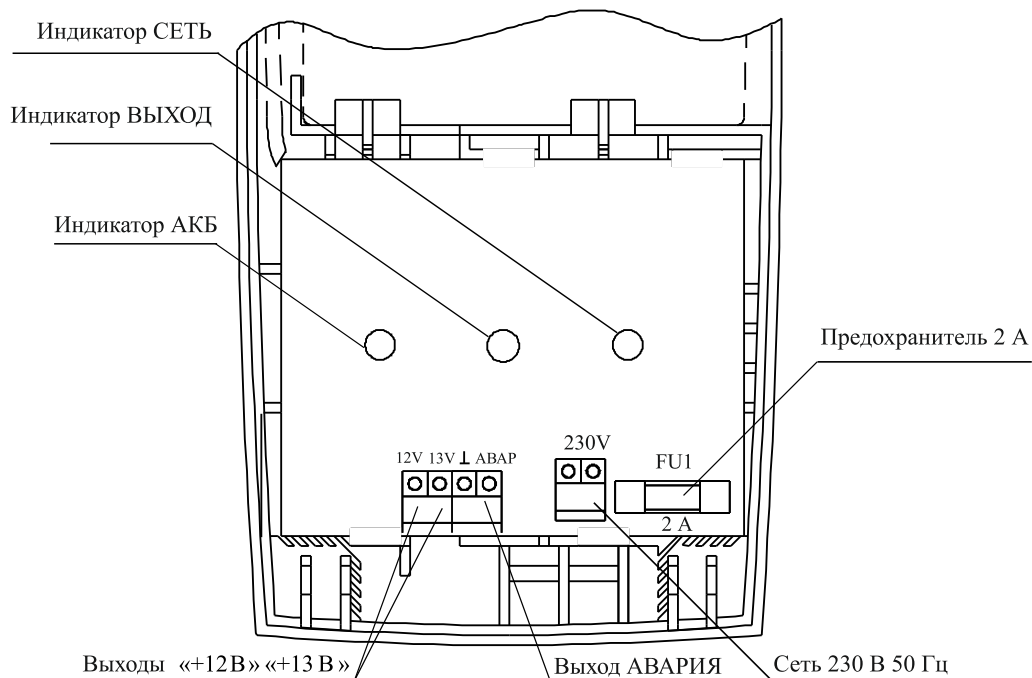

Рисунок 3–Обозначение клемм и места установки предохранителей
6.5 Подключение соединений производится в следующей последовательности (см. рисунок 3):